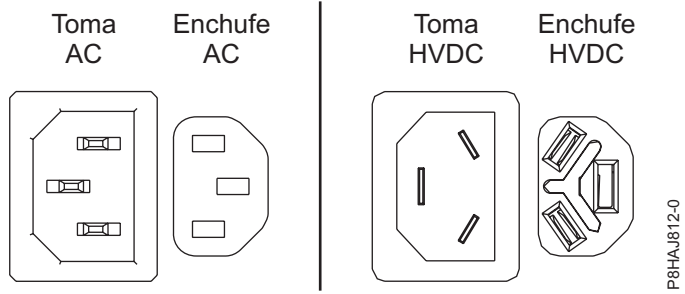
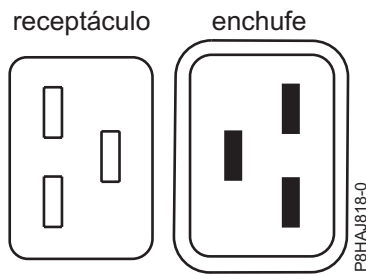
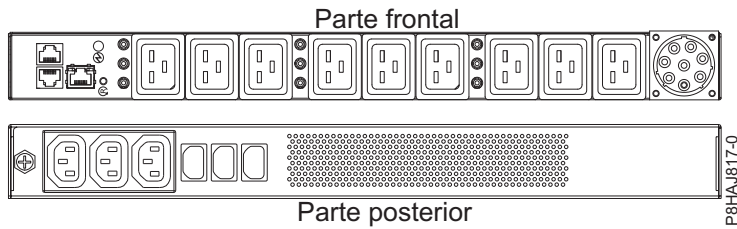

Figura 15. Conectores de CA y HVDC
Figura 16. Conectores para el sistema 8408-44E
Figura 17. PDU para el sistema 8408-44E
En Figura 15 en la página 45 se muestran los conectores admitidos de corriente alterna (CA) y de corriente directa de alto voltaje (HVDC). En Figura 16 en la página 45 y en Figura 17 en la página 45 se muestran los conectores admitidos y la unidad de distribución de alimentación (PDU) para 8408-44E.